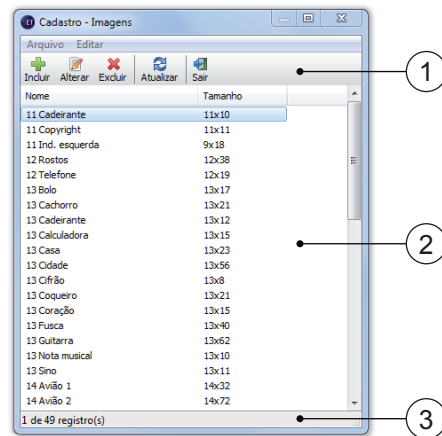

Figura 36 - Imagens
Na Figura 36 é mostrada a tela das imagens.
- ✓ Salva a inclusão/alteração da imagem e retorna para a tela das imagens (Figura 36).
- ✗ Cancela a inclusão/alteração da imagem e retorna para a tela das imagens (Figura 36).